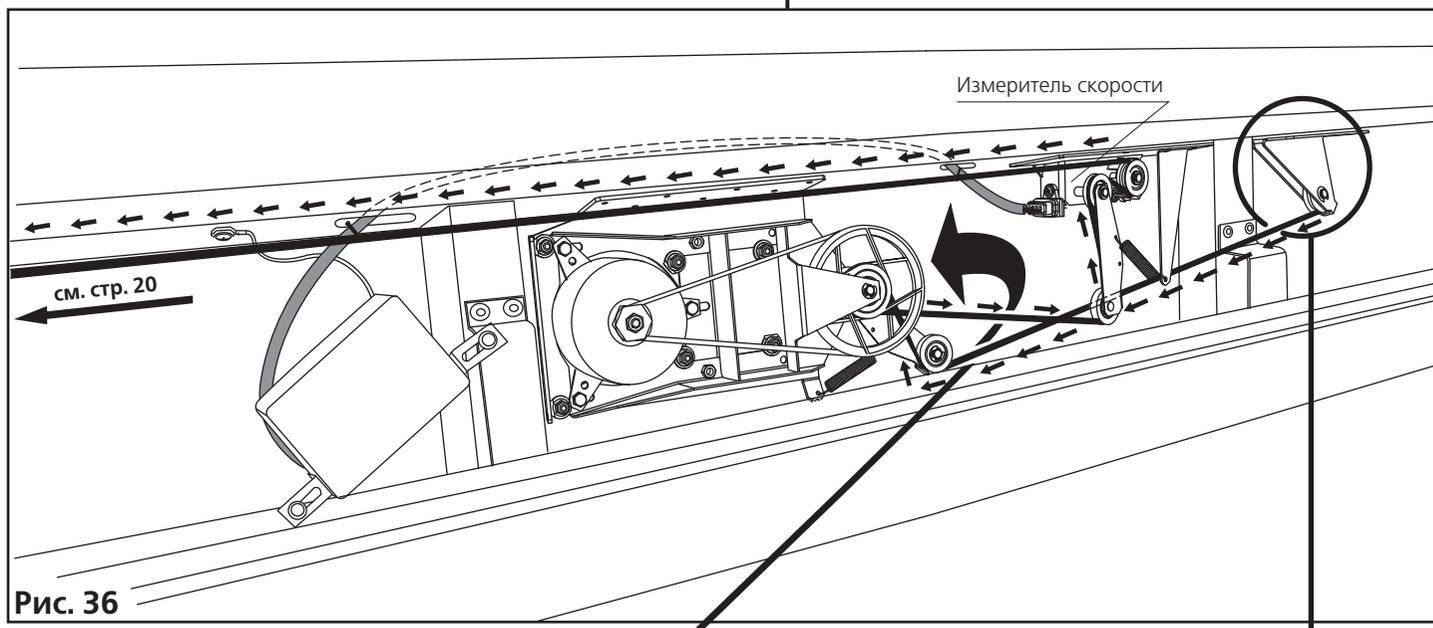

Рис. 36
5. Оденьте трос на измеритель скорости предварительно пропустив его через компенсатор, рис. 36.